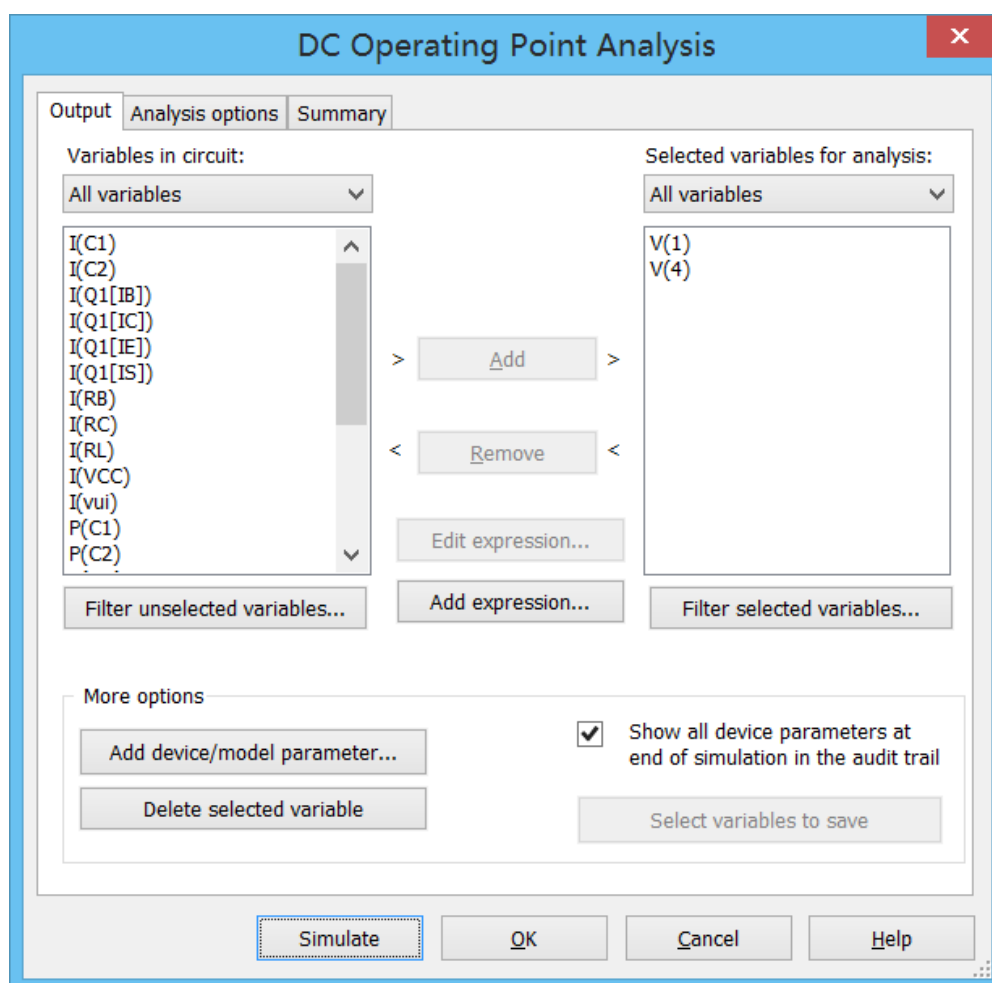

图 7.16 静态工作点分析方法参数设置
- 参照 6.2 节，在 Output variables 页中选择节点 1 和节点 4 的电压作为分析对象，如图 7.16 所示。